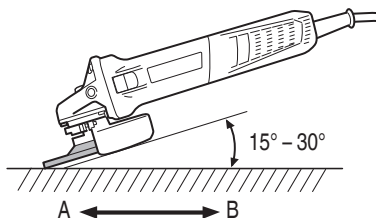

Fig. 5
5. Utiliser un angle de meulage correct. Meuler seulement avec le rebord de la meule en soulevant la meuleuse à disque de 15° à 30°, comme montré sur la Fig. 5.
6. Déplacer la meuleuse à disque dans la direction correcte. Lors de l'utilisation d'une nouvelle meule à dépression centrale dans la direction A (Fig. 5), le rebord de la meule risque de couper la pièce à usiner. Dans ce cas meuler dans la direction B (Fig. 5). Une fois que la meule est usée, la pièce à usiner peut être meulée dans les deux directions.